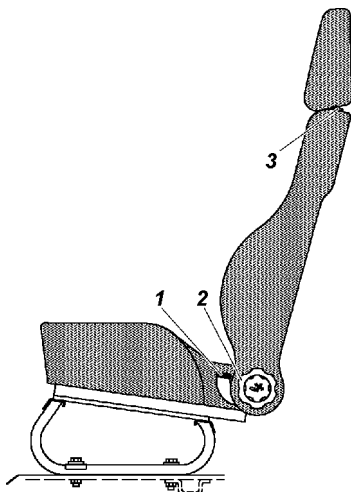

Рис. 3.8. Переднее сиденье:
- вниз также усилием руки, но при нажатой кнопке 3 (рис. 3.8) фиксатора подголовника.
Регулировка **передних сидений** в продольном направлении осуществляется с помощью рычага 1 (рис. 3.8):